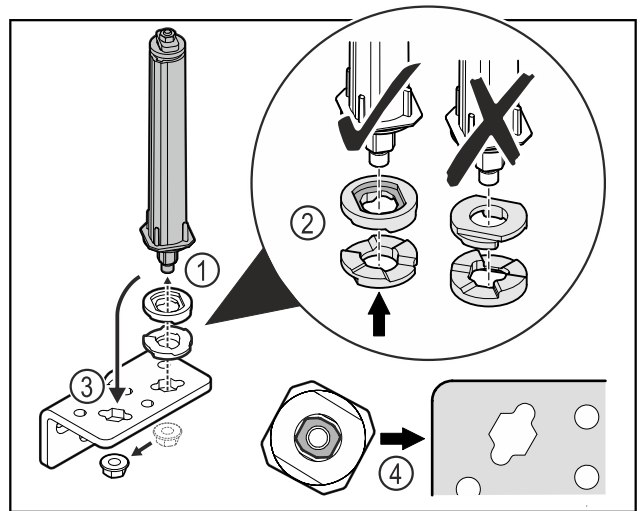

Fig. 37
- ▶ Løsn møtrikken, og fjern dørlukkesystemet Fig. 37 (1).
- ▶ Vær opmærksom på, at højdeindstillingsskiverne vender korrekt Fig. 37 (2).
- ▶ Flyt lukkesystemet i hængselvinklen, og fastgør med møtrikken Fig. 37 (3).
- ▶ Vær opmærksom på, at dørlukkesystemet vender korrekt, når det sættes i Fig. 37 (4).